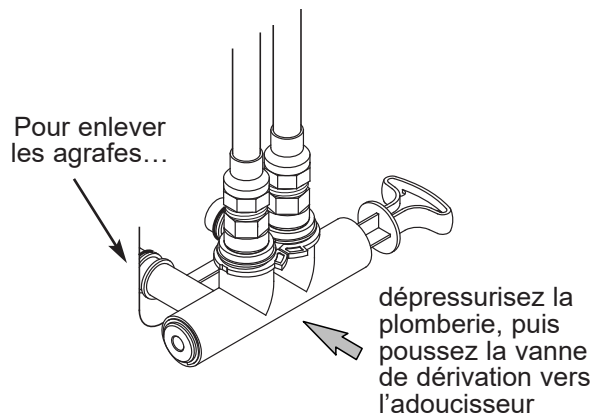

FIG. 18
- g. Vérifiez l'étanchéité des agrafes, à l'entrée et à la sortie de l'adoucisseur. Si l'une d'elles fuit, dépressurisez la plomberie (fermez l'arrivée d'eau et ouvrez les robinets) avant d'enlever l'agrafe. Lors du retrait des agrafes à l'entrée ou à la sortie de l'adoucisseur, poussez le corps de la vanne de dérivation vers l'adoucisseur (cf. Figure 18). Un retrait fautif risque d'abîmer les agrafes. Ne remettez pas une agrafe endommagée.